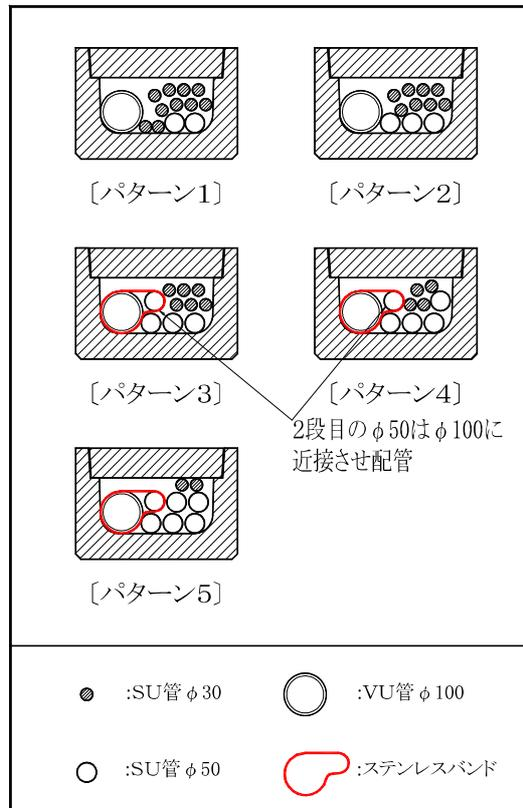

図3-8 さや管配列参考図
- a. さや管の配列は、口径の大きいものを底部から順次敷設する。(図3-8)
- b. SU管φ50が4条以上となる場合には、2段目のSU管φ50をVU管φ100と隣接させ敷設する。(図3-8)